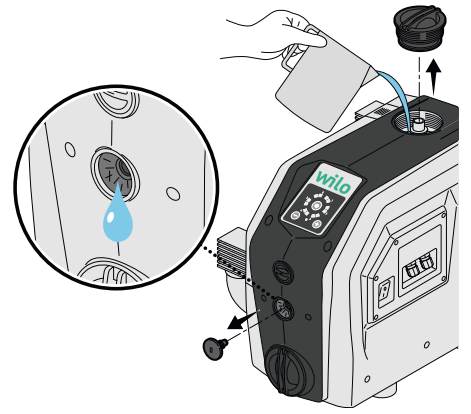

Fig. 8: الملء
2. املأ المنتج بالماء (حوالي 1.5 لتر) حتى يخرج الماء من فتحة التهوية (Fig. 8).